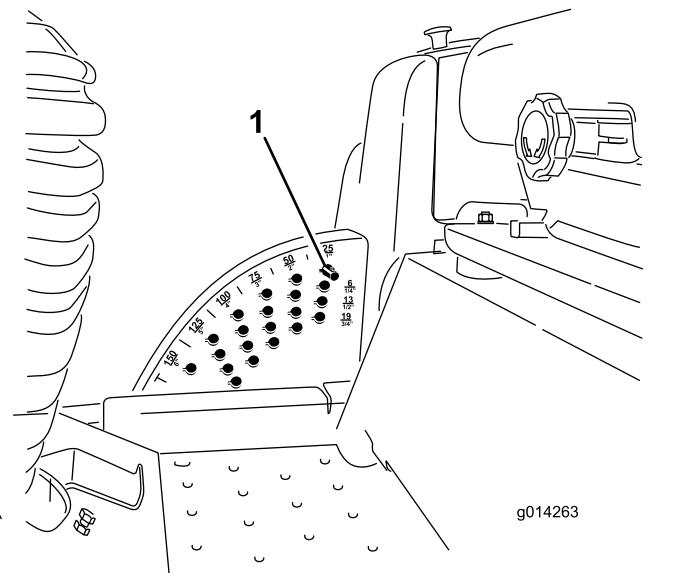

Рисунок 2
- Заметьте положение штифта высоты скашивания в кронштейне высоты скашивания, чтобы использовать это положение для повторной сборки (Рисунок 2). Снимите штифт высоты скашивания из кронштейна высоты скашивания.